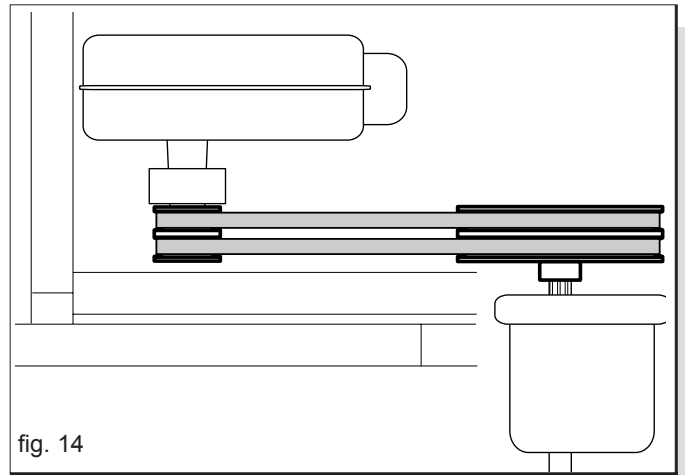

fig. 14
- 1) Las correas se introducen entre la polea montada en la toma de fuerza trasera de la grada y aquella con el acoplamiento centrífugo del soplador (Fig. 14).